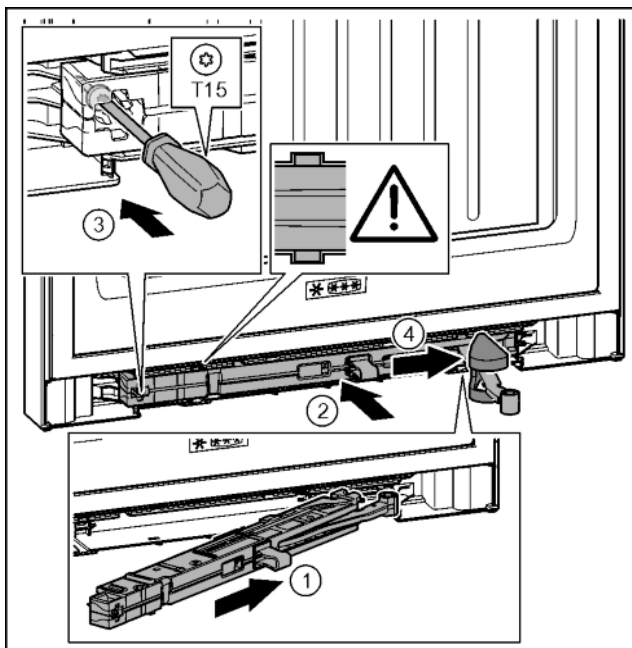

Fig. 39
- ▶ Amortyzator zamykania drzwi po stronie płytki zawiasu wsunąć ukośnie w zagłębienie aż do oporu. Fig. 39 (1)
- ▶ Amortyzator zamykania drzwi wsunąć całkowicie w zagłębienie. Fig. 39 (2)
- ▶ Śrubę przykręcić przy pomocy śrubokręta T15. Fig. 39 (3)
- ▶ Osłonę wsunąć na przegub. Fig. 39 (4)